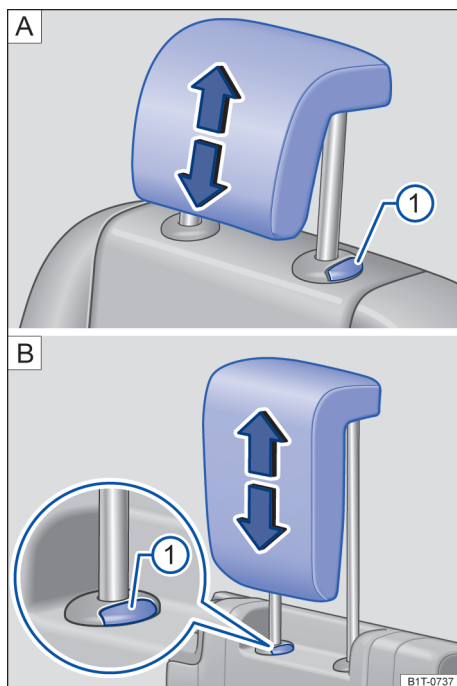

Fig. 93 Remover o apoio para cabeça atrás: **A** segunda fileira de assentos, **B** terceira fileira de assentos.
- Retirar o apoio para cabeça com o botão → Fig. 93 ① pressionado.